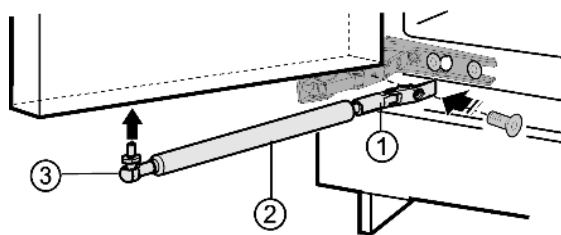

Fig. 5
- Visser le support Fig. 5 (1).
- Visser le pivot Fig. 5 (3) à rotule avec l'amortisseur de fermeture Fig. 5 (2) dans le trou de fixation.